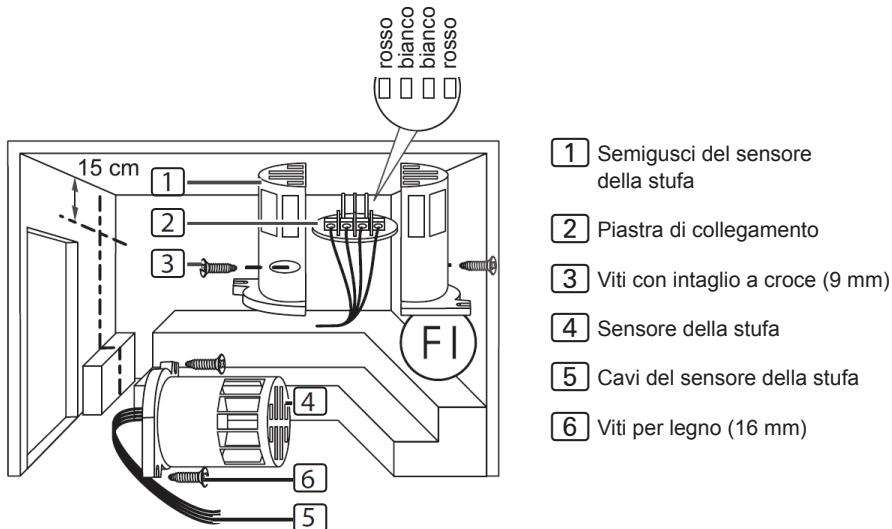

Fig. 4 Montaggio del sensore della stufa (F1)
Per il montaggio del sensore della stufa eseguire i seguenti passaggi (vedi **Fig. 4**):
3. Collegare i 4 collegamenti del cavo del sensore della stufa **5** secondo la **Fig. 4**.
4. Posizionare la piastra di collegamento **2** nei semigusci del sensore della stufa in senso trasversale (come indicato nella **Fig. 4**).